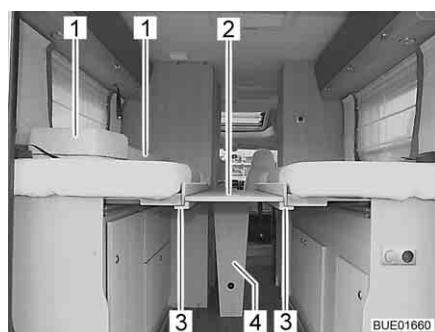
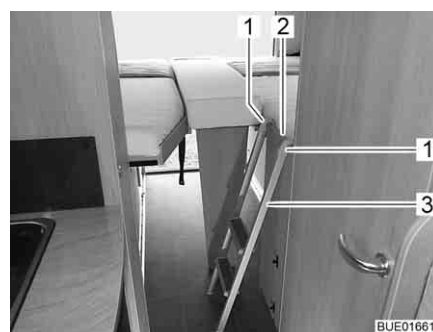

Fig. 85 Rallonge latérale de lit, posée
Fig. 86 Echelle de montée
- Déplier le support (Fig. 85,4) de la rallonge latérale de lit (Fig. 85,2).
- Poser la rallonge latérale de lit sur les deux supports (Fig. 85,3) des sommiers à lattes de manière à ce que le bord arrière de la rallonge affleure aux sommiers (Fig. 85).
- Placer deux coussins supplémentaires (Fig. 85,1) sur la rallonge latérale de lit (Fig. 86).
- Accrocher l'échelle de montée (Fig. 86,3) à la barre (Fig. 86,2) du sommier à lattes à l'aide des deux étriers (Fig. 86,1).